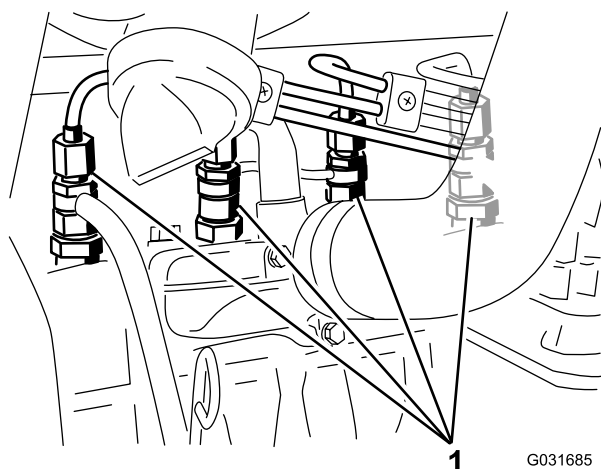

Рисунок 44
1. Ослабьте соединитель, крепящий трубку к соплу № 1 и держателю в сборе (Рисунок 44).